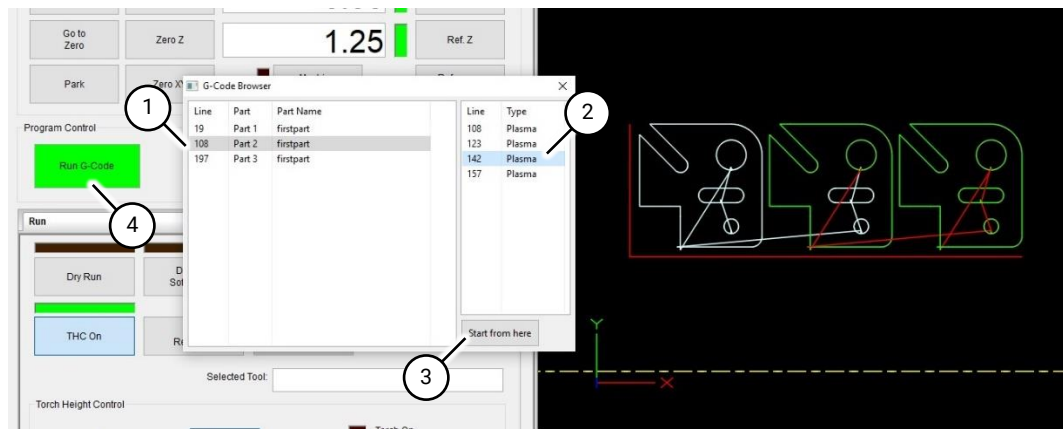

Fig 78 G-Code Browser
2.1 Sélectionnez une pièce (Fig 78 (1)). Si ce n'est pas la première pièce dans l'ordre, toutes les pièces précédentes seront colorées en blanc sur l'écran de la trajectoire d'outil.
2.2 Sélectionnez une position de départ à l'intérieur de la pièce (Fig 78 (2)). Si la première position est sélectionnée, la pièce entière sera découpée.
2.3 Appuyez sur le bouton "Start from Here" (Fig 78 (3)).
2.4 Appuyez sur le bouton "Run G-Code" (Fig 78 (4)).